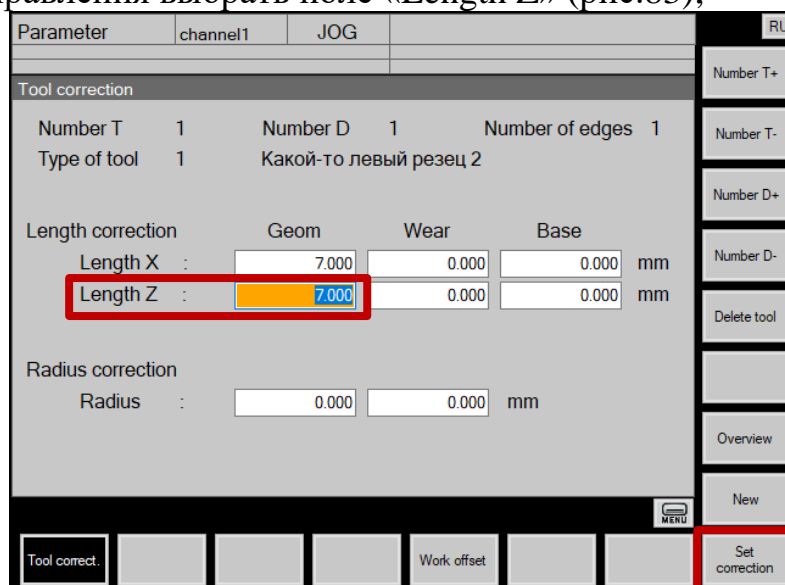

Рис.83. Поле «Length Z» и кнопка «Set correction»
- Для привязки инструмента по Z с помощью стрелок на клавиатуре пульта управления выбрать поле «Length Z» (рис.83);
- Нажать кнопку «Set correction» в горизонтальном ряду кнопок экрана (рис.83);